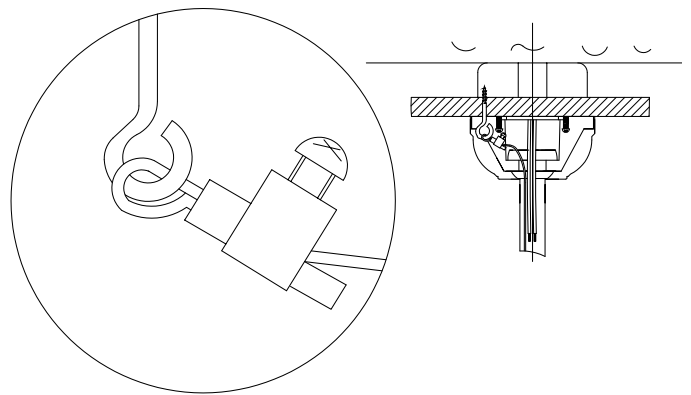

Fig. 6
Étape 2. Réglez la longueur du câble de sécurité pour lui permettre d'atteindre la vis et les rondelles en tirant l'excès de câble par le serre-câble, jusqu'à ce que la longueur totale soit correcte, remettez l'extrémité du câble dans le serre-câble en formant une boucle à l'extrémité du câble. Serrez bien le serre-câble. Placez maintenant la boucle à l'extrémité du câble de sécurité fermement par-dessus la vis à bois. (Fig. 6)